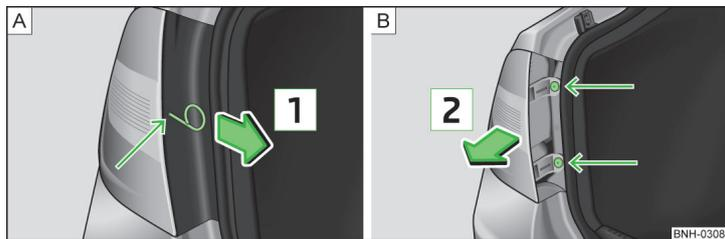

Fig. 156 Smontaggio coperchio/luci
- Inserire la staffa per l'estrazione dei copruota integrali » pagina 153, *Attrezzatura di bordo* nei fori sul punto contraddistinto dalla freccia » fig. 156 - A.
- Estrarre il coperchio nella direzione indicata dalla freccia **1** » fig. 156.
- Svitare le luci utilizzando la chiave presente nell'attrezzatura di bordo » fig. 156 - B.